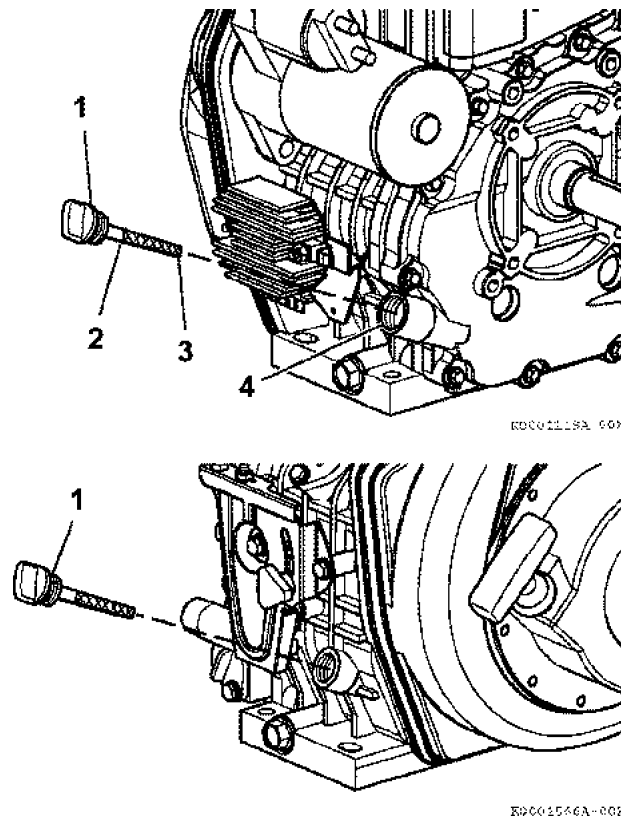

Рисунок 25
10. Моторное масло доливается через маслоналивную горловину по мере необходимости, чтобы уровень масла находился между верхней отметкой максимум (Рисунок 25, (2)) и нижней отметкой минимум (Рисунок 25, (2)) крышке маслозаливной горловины / щупе для измерения уровня масла (Рисунок 25, (2)).
15. Поставить крышку маслозаливной горловины / щуп для измерения уровня масла на место (Рисунок 25, (1)) и затянуть рукой. Слишком сильная затяжка может повредить крышку маслозаливной горловины / щуп для измерения уровня масла. Если моторное масло пролилось, протрите его чистой тряпкой.
13. Поставить крышку маслозаливной горловины / щуп для измерения уровня масла на место (Рисунок 25, (1)) и затянуть рукой. Слишком сильная затяжка может повредить крышку маслозаливной горловины / щуп для измерения уровня масла. Если моторное масло пролилось, протрите его чистой тряпкой.